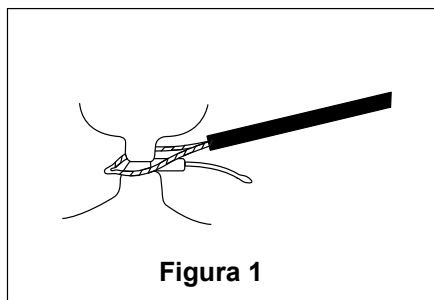

Figura 1
- Cuando el tejido tenga que resecarse usando un asa diatérmica después de la ligadura, asegúrese de que el asa diatérmica y el lazo no entren en contacto entre sí antes de activar la potencia de salida. Si la potencia de salida se activa cuando el asa diatérmica y el lazo están en contacto, como se muestran en Figura 1, el lazo podría cortarse y provocar lesiones en el paciente, como hemorragia o daño en la membrana mucosa. También puede fusionar el lazo y el asa diatérmica, evitando la extracción del asa diatérmica.